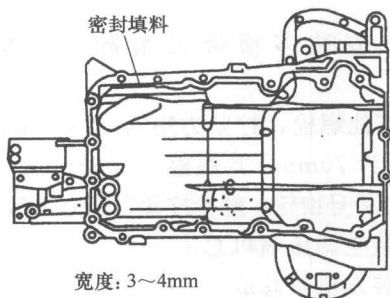

图 1-22 在机油盘上滴密封填料
- (6) 安装左汽缸盖罩。
- (7) 安装右汽缸盖罩。
- (8) 安装 2 号油管。
- (9) 安装 1 号油管。
- (10) 安装点火线圈总成, 拧紧力矩为 $10\text{N} \cdot \text{m}$ 。
- (11) 安装进气稳压罐。
- (12) 用 3 个螺母安装新村垫和机油集滤器, 拧紧力矩为 $10\text{N} \cdot \text{m}$ 。
- (13) 安装机油盘。
- ① 除去旧 IMF 填料。
- ② 将两个新 O 形圈安装到机油泵上。
- ③ 如图 1-22 所示, 连续不断地在机油盘上滴密封填料。